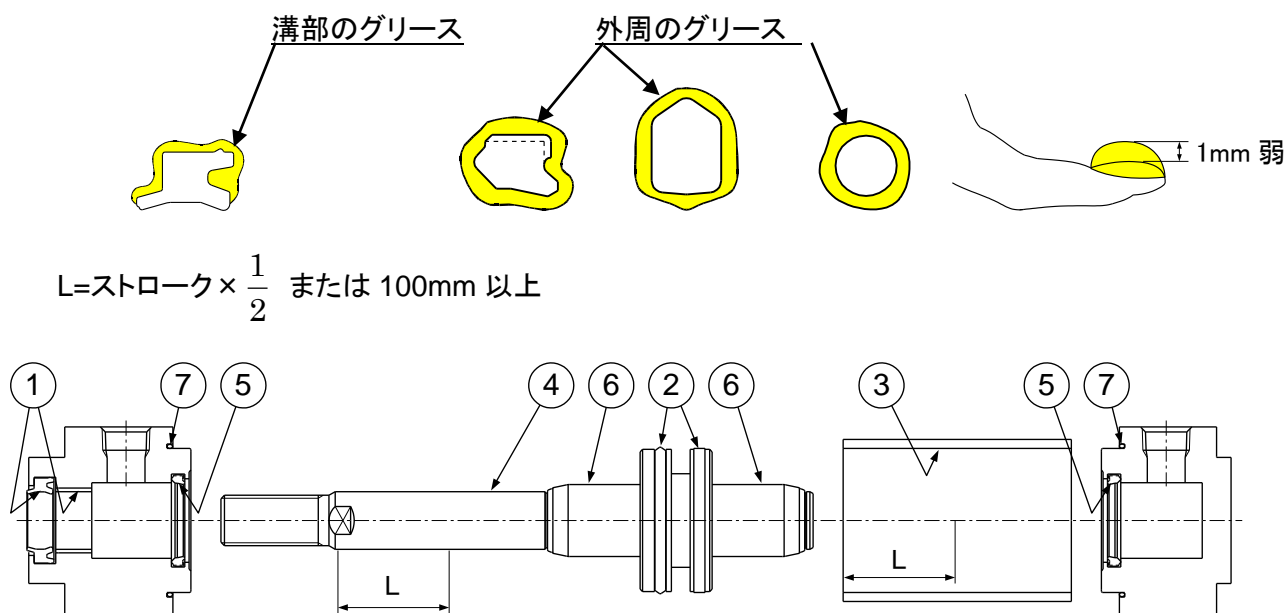

図 7 グリース塗布位置
シリンダの各部品には図 7 各部分にグリースを塗布しますが、100 ストロークのシリンダ 1 本につき表 7 の量が必要です。目安としては人差指ですくった程度が約 3(g)です。
1) ロッドパッキン、クッションパッキン(図7, ①⑤)
2) ピストンパッキン ( 図7, ② )
3) チューブガスケット ( 図7, ⑦ )